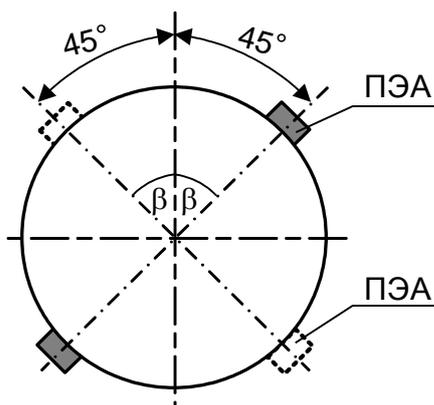

Рис.4. Рекомендуемые положения ПЭА при установке расходомера.
3.2.3. При установке ПП на трубопровод, рекомендуется располагать его таким образом, чтобы продольная плоскость ПЭА (плоскость, проходящая через оба ПЭА вдоль оси трубопровода) составляла с вертикалью угол $\beta = 45^\circ - 90^\circ$ (рис.4).